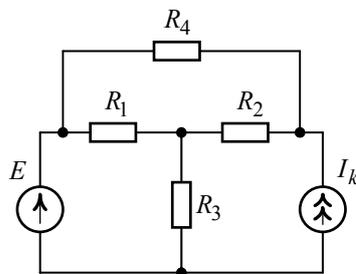

Рис. 2.3
Рассчитать с использованием законов Кирхгофа токи в ветвях схемы, изображенной на рис. 2.3, если известны  $E = 150 \text{ В}$ ,  $I_k = 1,5 \text{ А}$ ,  $R_1 = 34 \text{ Ом}$ ,  $R_2 = 12 \text{ Ом}$ ,  $R_3 = 42 \text{ Ом}$ ,  $R_4 = 28 \text{ Ом}$ . Выполнить правильность расчета цепи путем проверки баланса мощностей.
1. Цепь рис. 2.3 содержит шесть ветвей ( $m_b = 6$ ), четыре узла ( $n_y = 4$ ). Одна ветвь содержит источник тока  $I_k$  ( $n_T = 1$ ).